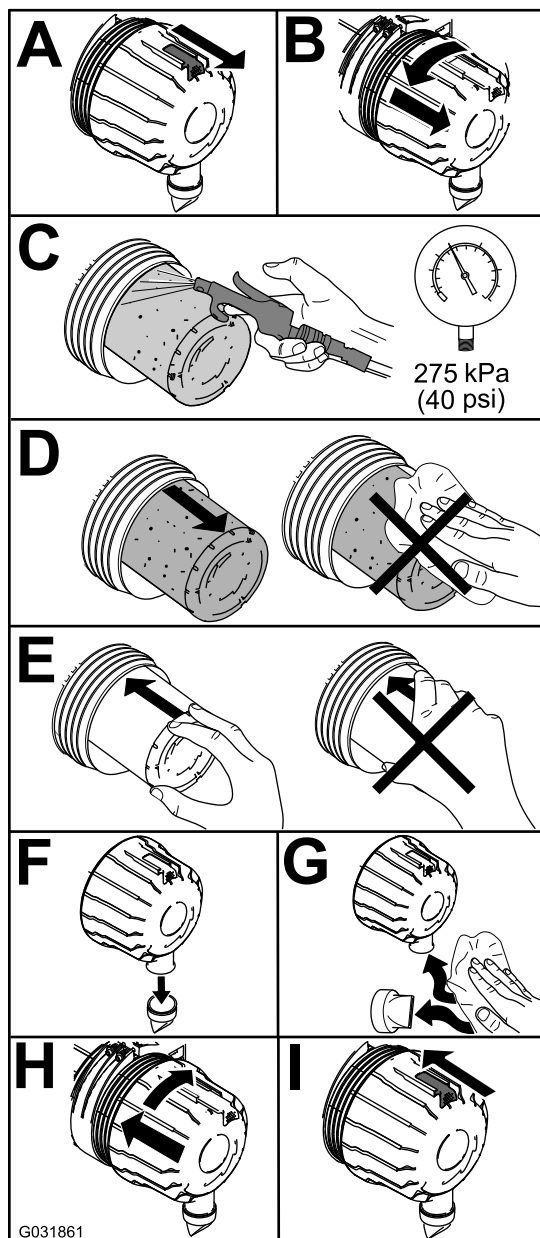

Figure 53
1. Remplacez le filtre à air (Figure 53).